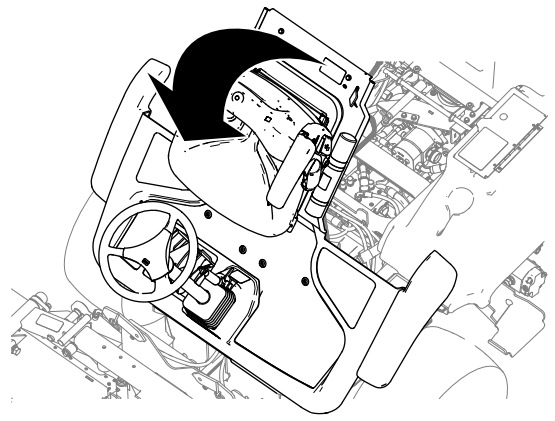

Figura 52
2. Sollevate la piattaforma (Figura 52).